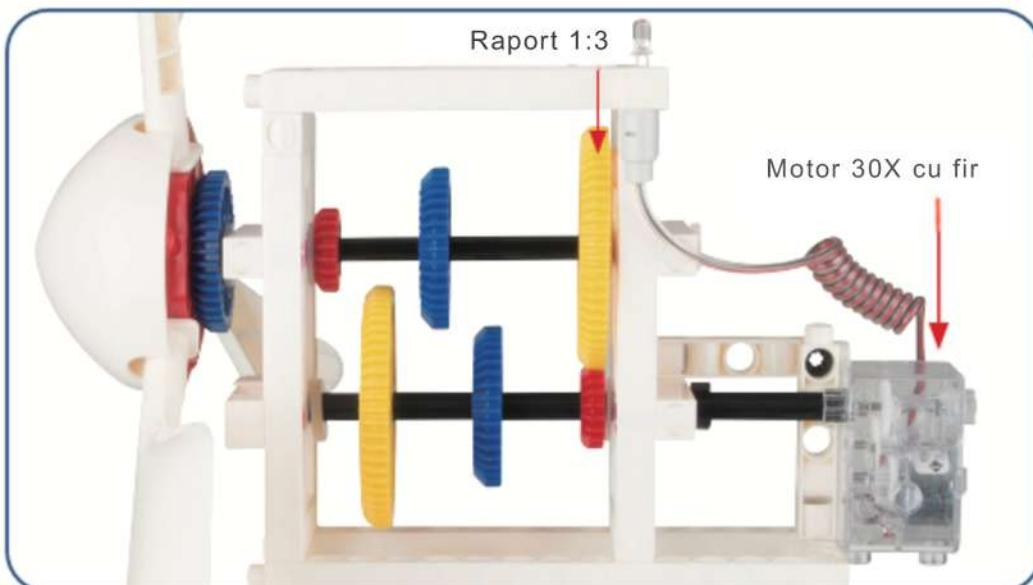

Fig. 44
**Experimentul 5:** Folosiți moara de vânt cu LAMA LUNGĂ (Fig. 44) și repetați experimentele 1-3. Puteți găsi și cele mai bune și mai eficiente condiții pentru acest nou dispozitiv?